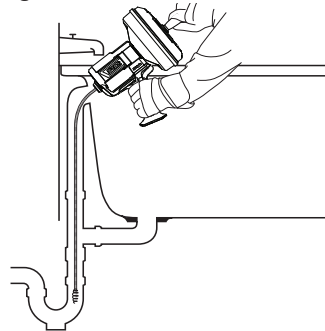

Figura 5
- Rebalse de bañera: Extraiga la placa de rebalse y el mecanismo interno (Figura 5).